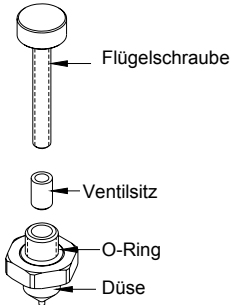

Abb. 4.0
1. Drehen Sie die Rändelschraube (19) nach links über die Markierung hinaus und entfernen Sie die Rändelschraube.
2. Entfernen Sie die Druckfeder (1) und die beiden Mylar- Dichtungsscheiben (18) an den beiden Enden der Druckfeder.
3. Entfernen Sie die Verriegelungskappe (8) mit dem Gabelschlüssel und ziehen Sie die Druckluftkappe (11) aus der Materialkammer (7).
4. Entfernen Sie die alte Düse (9) und den Abstandshalter (13) mit dem Gabelschlüssel.
5. Bringen Sie den Abstandshalter (13) und die neue Düse (9) mit dem Gabelschlüssel an, und vergewissern Sie sich, dass der O-Ring auf der Düse liegt; überdrehen Sie die Düse nicht.
6. Bringen Sie eine neue Druckluftkappe (11) an, und sichern Sie diese mit der Verriegelungskappe (8).
**7.4 Austausch des Ventilsitzes** (siehe Abb. 4.0)